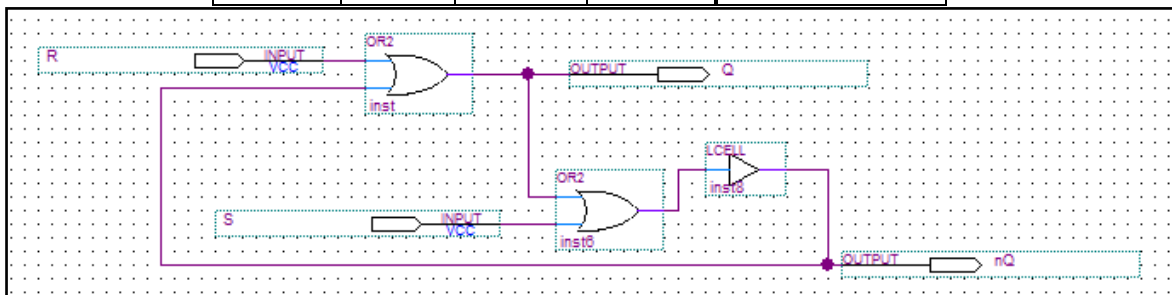

Рис.6
2. Начертите в этом файле схему RS -триггера (Рис. 6) на основе таблицы истинности, по которой можно отследить логику работы триггера: